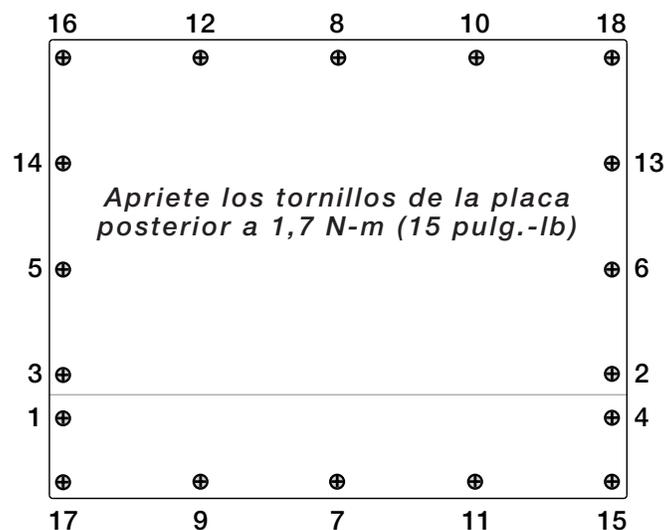

Figura 3-1. Placa posterior de la carcasa 920i
3. Apriete los tornillos a 1,7 N-m (15 pulg.-lb), siguiendo el patrón mostrado en la Figura 3-1, para evitar distorsionar la junta de la placa posterior.
4. Vuelva a instalar la placa posterior (Figura 3-1 en la página 18).